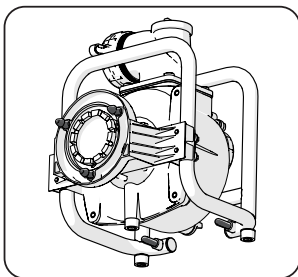

Fig. 9
- Afferare l'accessorio dal suo telaio esterno e farlo accogliere dall'attacco del motore. Allineare a vista i 3 perni di posizionamento e i 2 perni stabilizzatori posteriori. (Fig. 9) Richiedere un aiuto qualificato qualora necessario. Il generatore in particolare è pesante e può essere necessario richiedere aiuto per il suo sollevamento.